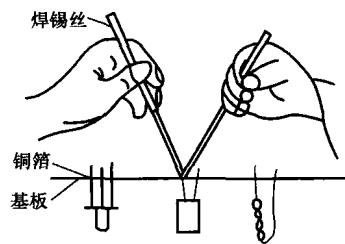

图 1-12 点锡焊接方法
(2) 点锡焊接法。把准备好的元器件插入印制电路板的焊接位置。调整好元器件的高度，逐个点涂上焊剂，右手握着电烙铁（采用握笔式），将烙铁头的刃口放在元器件的引线焊接位置，固定好烙铁头刃口与印制电路板的角度。左手捏着焊锡丝，用它的一端去接触焊点位置上的烙铁刃口与元器件引线的接触点，根据焊点的大小来控制焊锡的多少。这种点锡焊接方法必须是左、右手配合，如图 1-12 所示，才能保证焊接的质量。